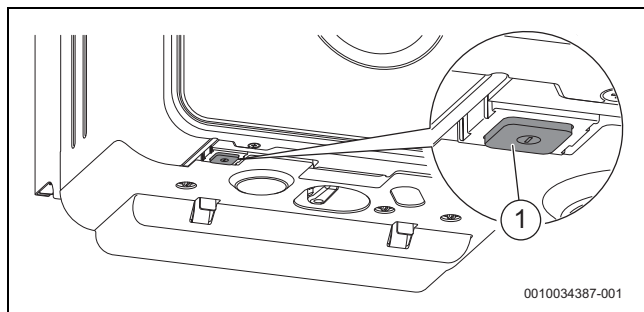

Fig. 1 Interrupteur Marche/Arrêt
► Arrêter le dispositif avec l'interrupteur Marche/Arrêt (→ fig. 1, page 5).